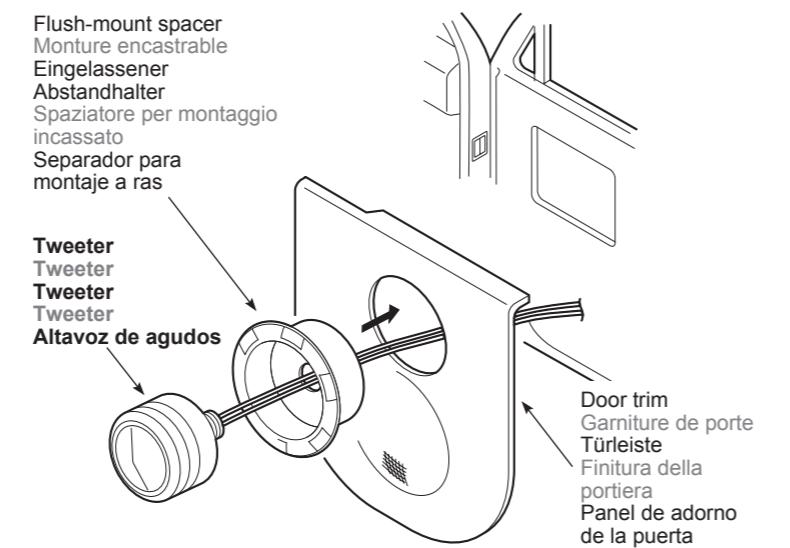

Figure 2 / Figure 2 / Abbildung 2 / figura 2 / Figura 2
2. Insert the flush-mount spacer into the mounting hole in the door trim. (Figure 2)
2. Insérez la monture encastrable dans le trou de fixation de la garniture de porte. (Figure 2)
2. Führen Sie den eingelassenen Abstandhalter in die Montageöffnung in der Türleiste ein. (Abbildung 2)